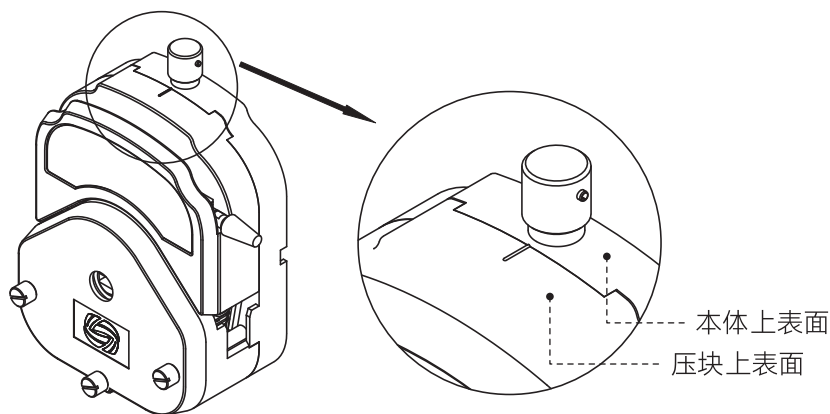

图7 YZ35旋钮位置示意图
- 在微调YZ35旋钮结束后，上压块和本体应基本处于同一平面(图7)，为增加软管使用寿命上压块平面可略高于本体平面。